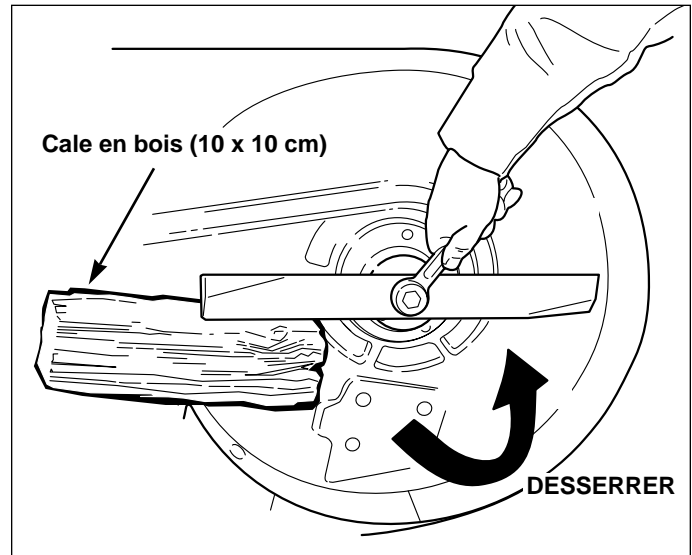

Figure 24. Dépose de la lame
3. Pour retirer une lame pour l'affûtage, la bloquer avec une cale en bois afin de pouvoir retirer le boulon de fixation (Figure 24).